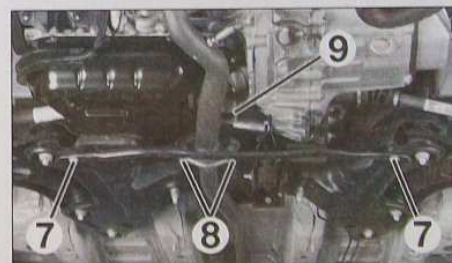

FIG. 17
- Déposer les vis (7) de la barre anti-rapprochement puis celle-ci (Fig.17).